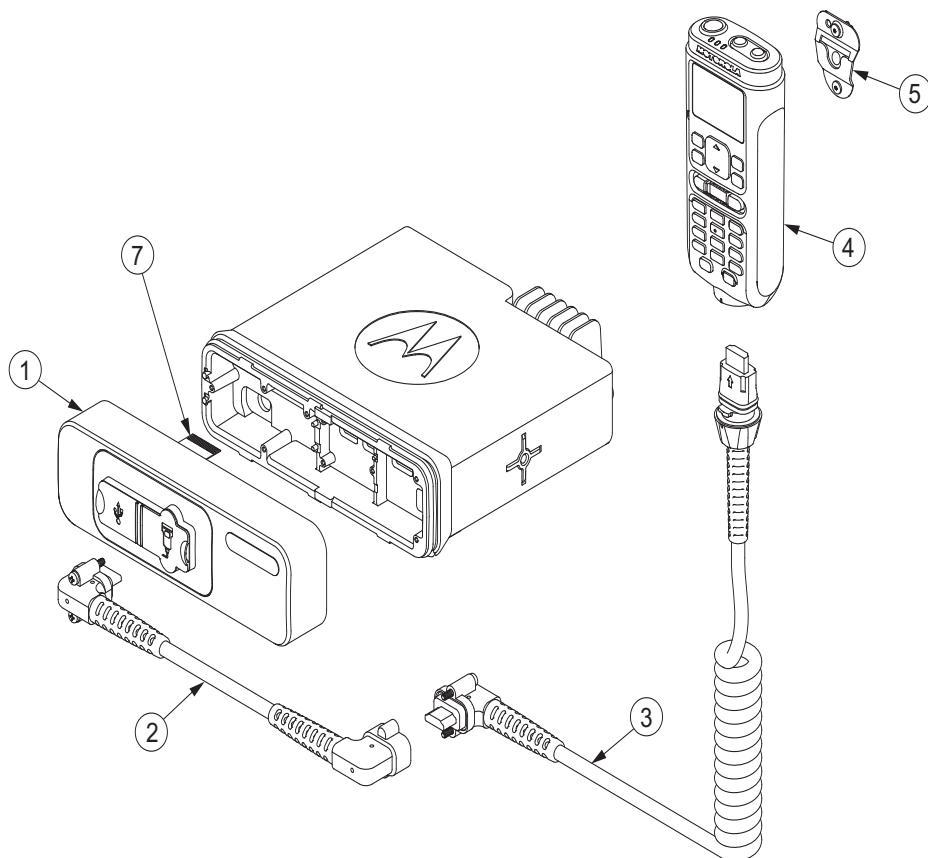

图 3. 手持式控制头组件
1. 将电缆连接到收发器适配器，并顺时针方向拧紧两个螺丝，扭矩为 1.9–2.1 lbs-in，使用 2 号十字螺丝刀。（请参阅图 3。）
2. 将电缆的另一端连接至手持式控制头，然后将套环顺时针方向转动，以锁定电缆。（请参阅图 3。）